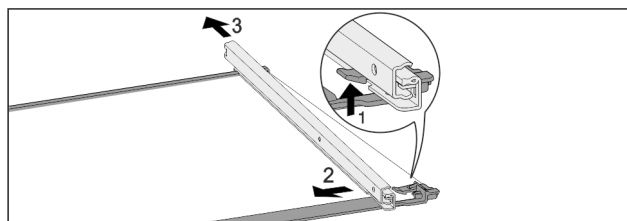

Fig. 120 Стекла́нная пластина с направляющими
- Отожмите передний стопорный крючок вверх. Fig. 120 (1)
- Сдвиньте выдвижную направляющую в сторону Fig. 120 (2) и назад Fig. 120 (3).